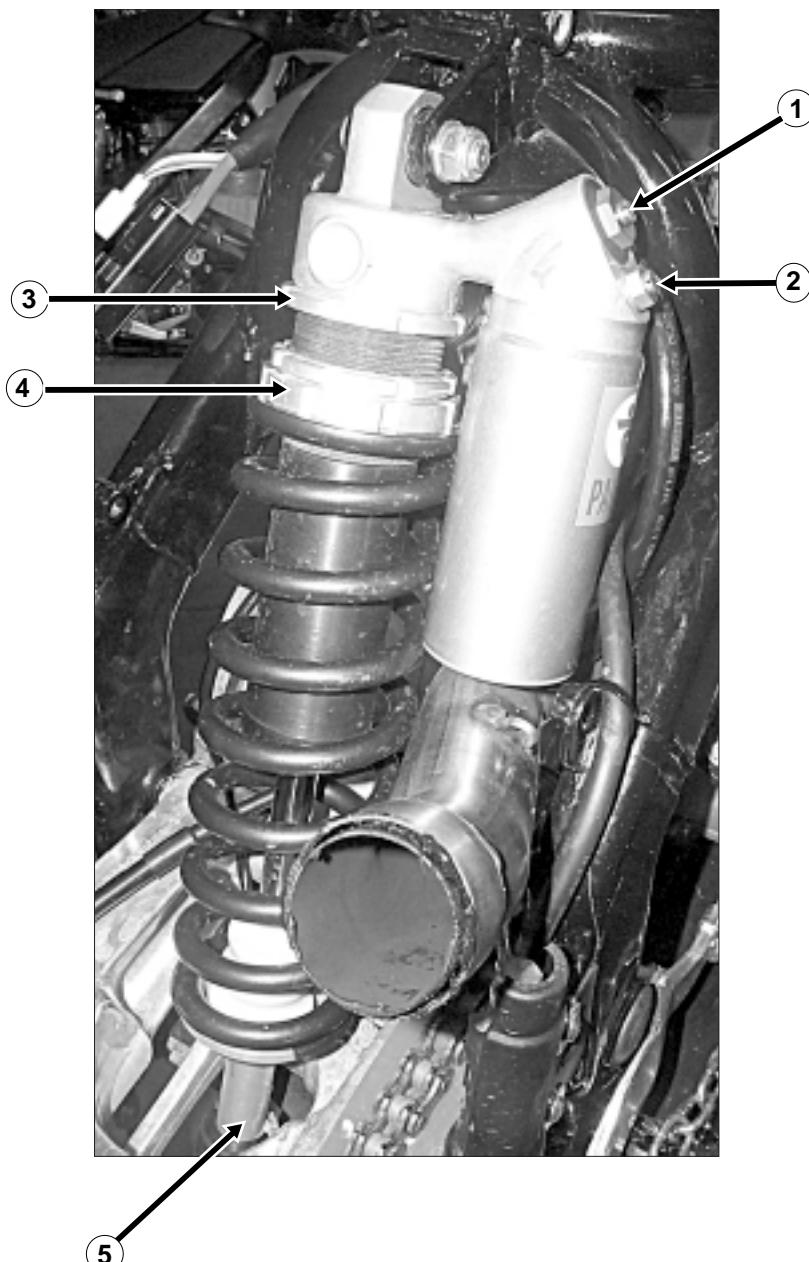

Fig. 75
Misurare la distanza "E" (Fig.73) che deve essere ora 90-100 mm inferiore a "D" (Fig.72). Se la distanza non coincide regolare la precarica della molla agendo sui registri (Fig.75).
2. Remove the stand and sit in the seat, with both feet resting on the footrests. Measure distance "E" (Fig. 73), which should now be 90-100 mm less than "D" (Fig. 72). If distance does not match, adjust the spring pre-charge by means of adjusting elements (Fig.75)
2. Die Maschine abbocken und mit beiden Rädern auf den Boden stellen. Den Fahrer auf der Sitzbank mit beiden Füßen auf den Fußrasten sitzen lassen. Den Abstand "E" (Abb.73) messen, der um 90-100 mm. kleiner als der Abstand "D" (Abb.72) ist. Wenn die Distanz nicht übereinstimmt, die Federvorspannung mit den Einstellschrauben regulieren (Abb.75).
Si la distance ne coïncide pas, régler la pré-contrainte du ressort, en agissant sur les réglages (Fig.75).
Il grado di ammortizzamento in compressione, può essere gestito agendo sulle viti 1-2 (fig.75)
Il grado di ammortizzamento in estensione, può essere gestito agendo sulla vite 5 (fig.75)
The compression damping degree can be adjusted through screw 1-2 (fig. 75)
The extension damping degree can be adjusted through screw 5 (fig. 75)
Der Dämpfungsgrad der Druckstufe kann mit den Schrauben 1-2 (Abb. 75) eingestellt werden.
Der Dämpfungsgrad der Zugstufe kann mit der Schraube 5 (Abb. 75) eingestellt werden.
Le degré d'amortissement en compression peut être géré en agissant sur la vis 1-2 (fig.75)
Le degré d'amortissement en extension peut être géré en agissant sur la vis 5 (fig.75)